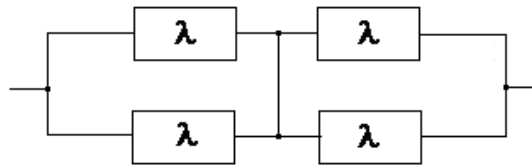

Рис. 4. Схема расчета надежности к задаче 5
5. Схема расчета надежности устройства приведена на рис. 4. Предполагается, что последствие отказов отсутствует и все элементы расчета равнонадежны. Интенсивность отказов элемента  $\lambda = 1,35 \cdot 10^{-3}$  1/ч. Требуется определить наработку до первого отказа резервированного устройства.